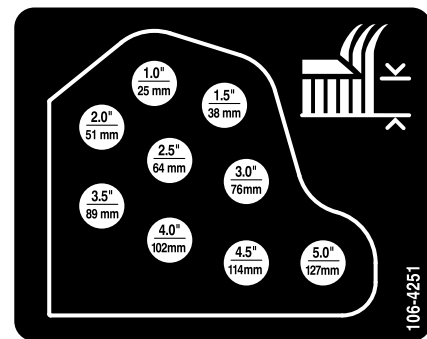

Bild 20
- Montieren Sie die Schnitthöhenketten im gewünschten Schnitthöhenloch und befestigen Sie sie mit dem Splint und dem Lastösenbolzen (Bild 20).